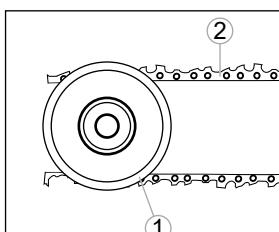

Рис. 5
- Установите шестерню натяжения цепи 1 (рис. 5) на пильную шину, установите пильную цепь 2 (рис. 5) в паз направляющей шины, убедившись, что звенья цепи пилы направлены в правильном направлении и совпадают с маркировкой нашине.